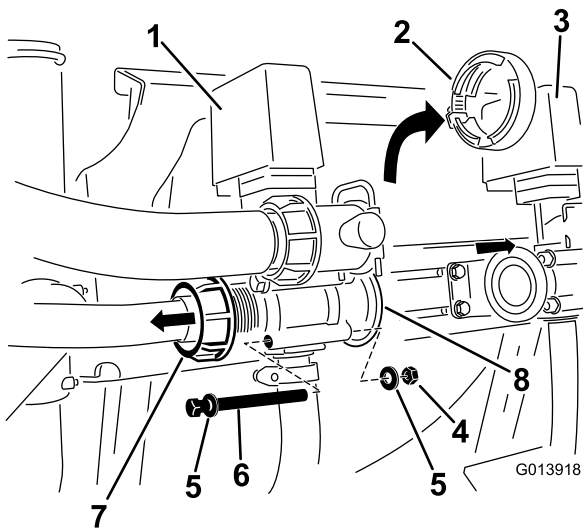

図 4
4. 攪拌バルブアセンブリに攪拌ホースを固定しているフライナットを探し出す。フライナットをゆるめて、バルブボディをゆるめるためのスペースを作る図4。
6. バルブボディからアダプタを外す(図4)。